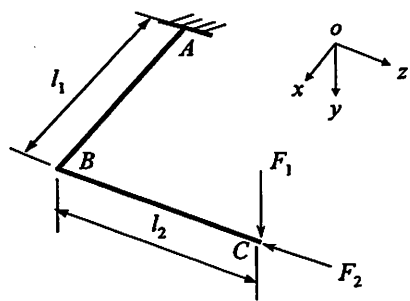

图 4-4
4. 图 4-4 示拐轴位于水平面内, 受铅直荷载 F_1 及水平荷载 F_2 作用。如果忽略横力弯曲的剪切效应, 试按第三强度理论确定圆轴 AB 的直径。已知: $F_1=20\text{kN}$, $F_2=10\text{kN}$, $l_1=150\text{mm}$, $l_2=140\text{mm}$, $[\sigma]=160\text{MPa}$ 。(15 分)